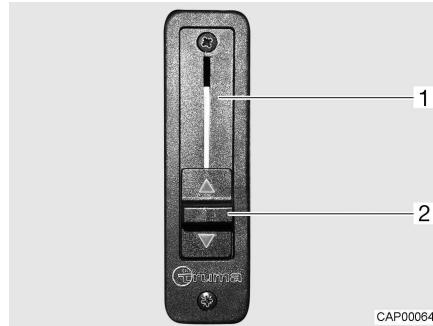

Fig. 4 Regolatore a scorrimento per l'impostazione riscaldamento
- Spingere completamente verso l'alto il regolatore a scorrimento (Fig. 4,2). L'impostazione riscaldamento (Fig. 4,1) è aperta. Il riscaldamento dell'abitacolo riscalda anche il parabrezza.
- Spingere completamente verso il basso il regolatore a scorrimento (Fig. 4,2). L'impostazione riscaldamento è chiusa. Il riscaldamento dell'abitacolo e quello del veicolo di base sono separati l'uno dall'altro.